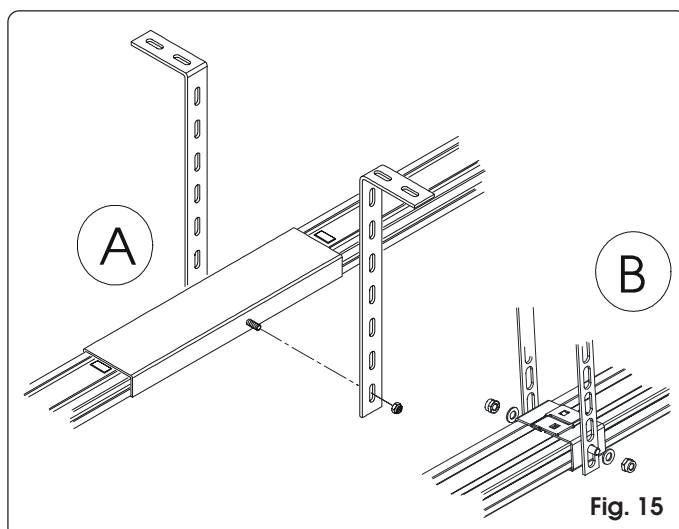

Fig. 15
- 13) Si se utiliza una guía de dos piezas con empalme central (fig. 15 ref. A) o el soporte central para el monorraíl (fig. 15 ref. B - opcional), hay que fijarla en el techo con las abrazaderas como se explica en los pasos 9, 10 y 12 (fig. 15).